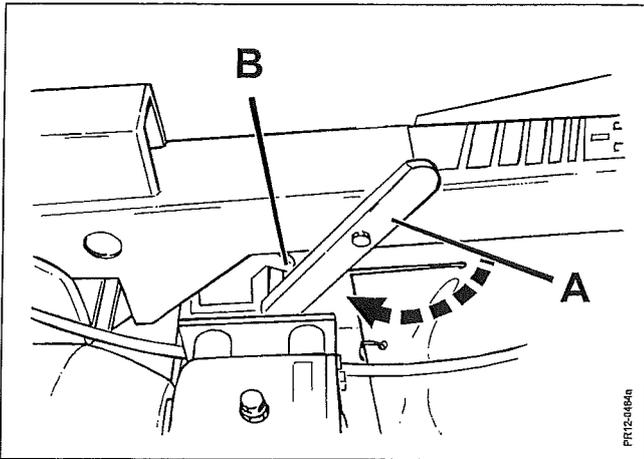

Fig. 2-16
- Fig. 2-16 7) Vergewissern Sie sich, daß der Schwenkarm **A** von dem Haken **B** auf dem Rahmen gelöst ist. Das 3-Punkt-Gestänge wird wieder nach unten gesenkt bis PTO (die Zapfwelle des Schleppers) gegenüber PIC (der Zapfwellenanschluß) ist.